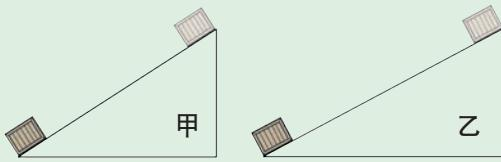

图 4-4-4
1. 如图 4-4-4 所示, 沿着高度相同、长度不同的甲、乙两个光滑斜面, 分别把同一木箱从斜面底端匀速推到顶端。下列说法中正确的是()